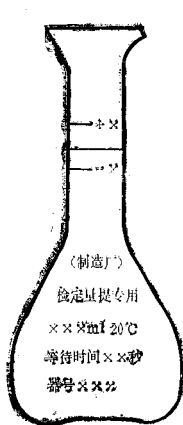

图 3 专用标准量瓶
11.1 检定量提用的标准器为专用标准量瓶(见图 3)或标准玻